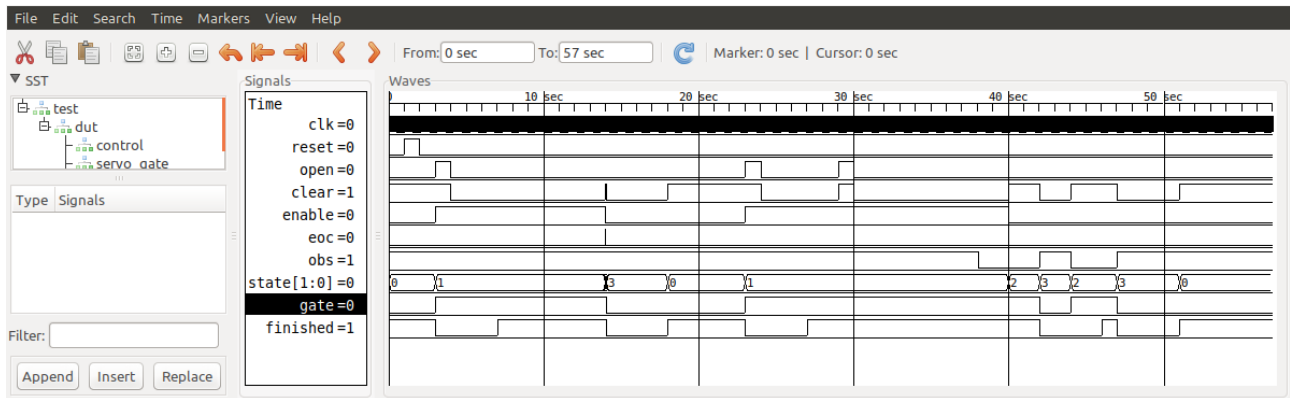

Figura 5: Simulación del sistema completo.
4. Simule el sistema completo con el banco de pruebas que está en el archivo *system2\_tb.v*. Observe las formas de onda de salida y los posibles errores del simulador. Haga las correcciones necesarias. La salida de simulación correcta debe ser similar a la de la figura siguiente. En la figura se ha incluido la señal de estado *state*. Los valores de esta señal dependerán de la codificación de estados realizada y no tienen por qué coincidir con los de la Figura 5.